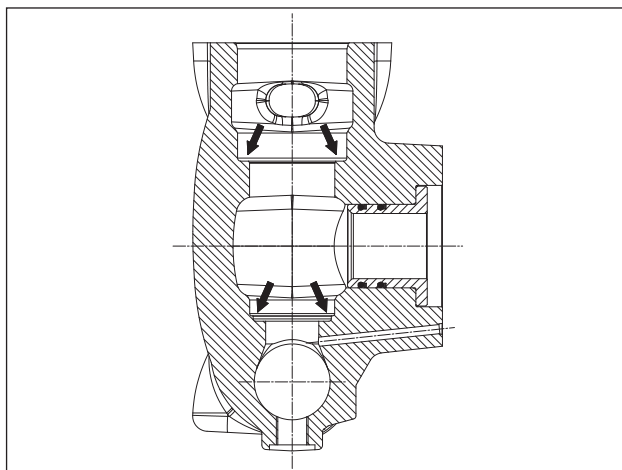

图 113
重新安装阀组前, 应彻底清洁和干燥泵头里的相应底座, 如箭头所示(①, 图 113)。